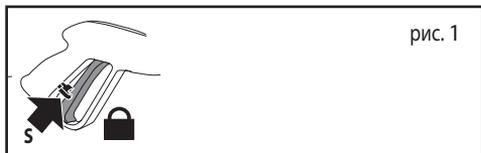
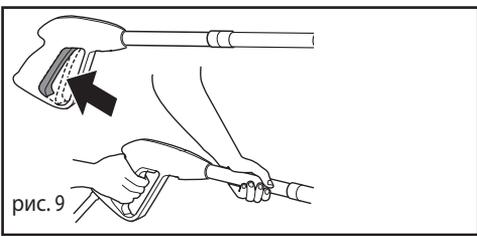

рис. 1
рис. 9
1. Соединить шланг высокого давления (рис. 1, поз.4) с нагнетательной трубой OUTLET (выпуск)
5. Нажать на спусковой рычаг пистолета (рис. 1, поз. 3) с тем, чтобы воздух и возможное излишнее давление были удалены из трубопровода. Струя должна быть равномерной; если струя неравномерная, следует очистить сопло от возможных загрязнений (рис.9).